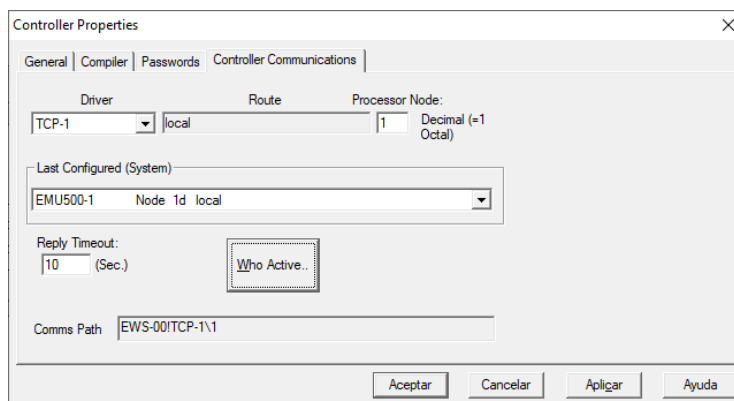

Figura 11. Asignación de ruta de comunicación (*Comm Path*)
- A continuación, en la herramienta RSLogix 500 cambie el *driver* EMU500-1 por TCP-1 y asigne la ruta de comunicación del proyecto (*Comm Path*) como se muestra en la Figura 11.